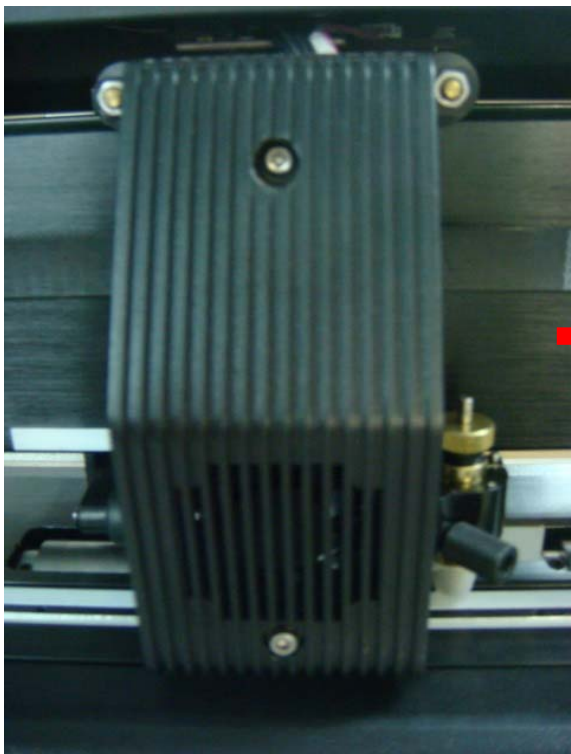

图 2-31
**步骤 1** 用起子将笔车外盖上的螺丝拧松（图 2-31 和 2-32）。